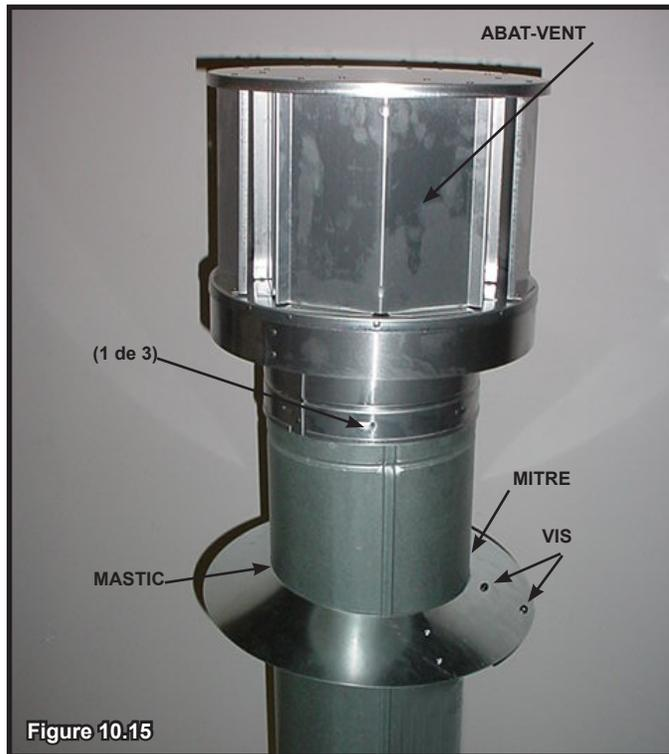

Figure 10.15
- Calfeutrez le périmètre du solin là où il est en contact avec la surface du toit. Voir la Figure 10.15.
- Appliquez du mastic autour de la partie supérieure de la mitre (voir la Figure 10.15).
- Fixez l'abat-vent en posant les trois vis autotaraudeuses (fournies) dans les trous guides du collier extérieur de l'abat-vent, jusque dans le tuyau extérieur du conduit (voir la Figure 10.15).